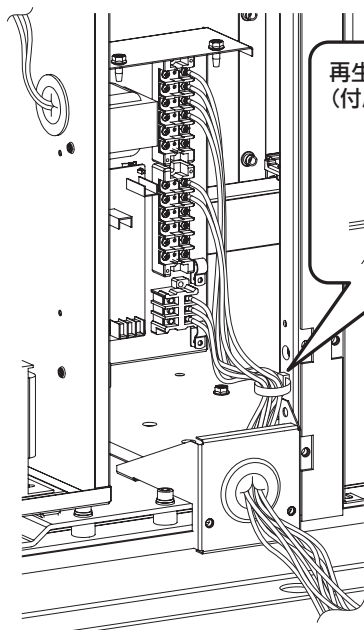

図10
- ① 付属の再生クランパーを図示の穴位置に差し込んで、軽く巻いてください。(図10参照)
- ② ユニット本体のアナログ入出力基板配線引込口から配線をユニット内部に引き込みます。(図10参照)
- ③ 配線を再生クランパーの下側から通して、その後アナログ入出力基板内部右側にあるクランパーの上を通るように引き込みます。(図10参照)